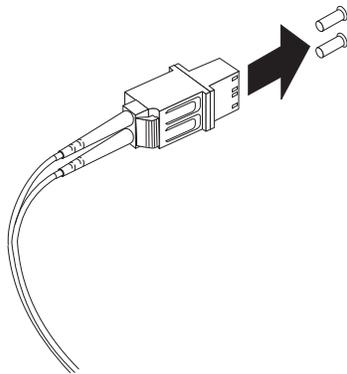

图 31. 卸下 LC-SC 电缆适配器保护帽
3. 从 LC-SC 电缆适配器末端的 LC 接口卸下两个保护帽，如图 31 中所示。请保管好保护帽以供以后使用。